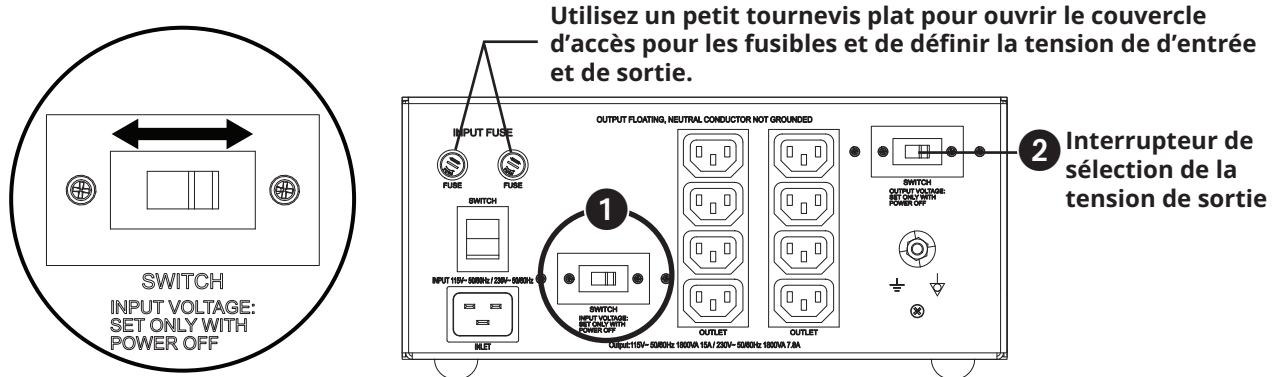

Figure 3
La sélection de la tension d'entrée se fait via l'interrupteur de sélection intitulé « Input Voltage » (tension d'entrée) ① (Figure 3). Des porte-fusibles séparés sont disponibles pour IS1800HGDV. Vous devrez insérer la bonne valeur de fusible en fonction de la tension d'entrée. Pour connaître la valeur de fusible adaptée, veuillez consulter le tableau de la section 3.1.5. La sélection de la tension de sortie se fait grâce à l'interrupteur de sélection de la tension de sortie ②. La section du sélecteur de tension d'entrée/de sortie du commutateur est équipée d'un couvercle de plaque doté d'une petite ouverture. Utilisez un petit tournevis à tête plate pour accéder à la petite ouverture afin de définir la tension d'entrée/de sortie.